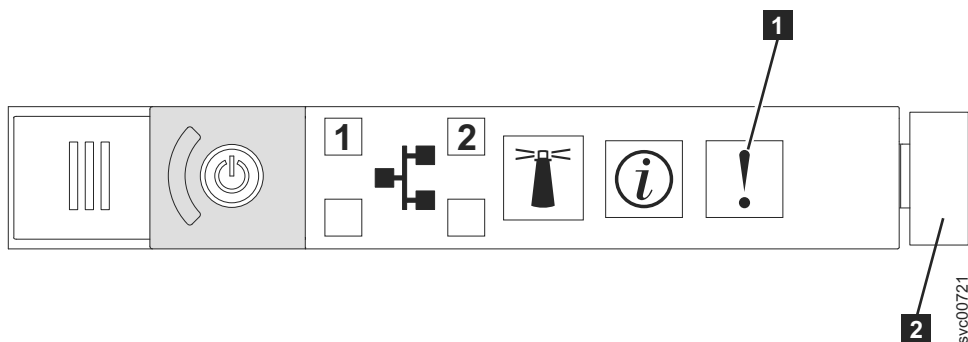

図 89. SAN ボリューム・コントローラー 2145-CG8 または 2145-CF8 オペレーター情報パネル
1. SAN ボリューム・コントローラー 2145-CG8 オペレーター情報パネル 上のエラー LED (324 ページの図 89 を参照) が点灯または明滅していますか?